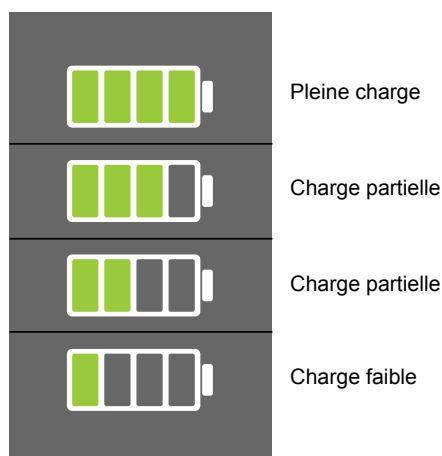

Figure 6 : symboles d'état de la batterie
4. Le symbole de charge (un éclair blanc) et le symbole d'état de la batterie se mettent à clignoter dans le coin de l'écran. Le symbole en forme d'éclair vous indique que l'EXOGEN est en charge. Chargez l'EXOGEN jusqu'à ce que le symbole de charge de la batterie indique une pleine charge. (**Figure 6**)
Lorsque vous utilisez l'EXOGEN, le symbole change pour indiquer la réduction du niveau de la batterie. Voir la **Figure 6**.